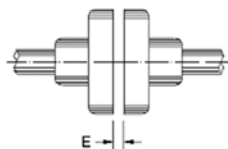

Рис. 4.13. Осевой зазор сцепления (E)
Тщательно отрегулируйте оба конца вала и по возможности используйте эластичную муфту, оставляя минимальный зазор (E) 3 мм между муфтами, как показано на Рис. 4.13